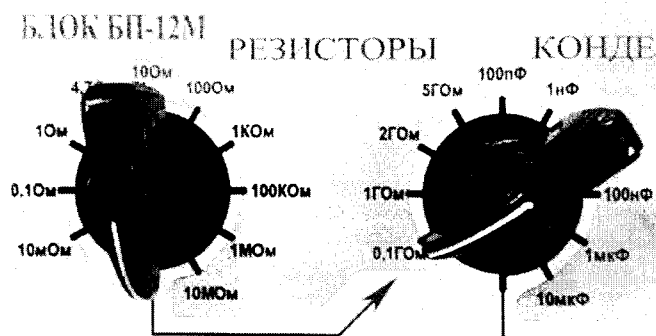

Рисунок 4 - Пример выставления значения электрического сопротивления 100 МОм
- Используя переключатели на блоке выставить значение измеряемого номинала электрического сопротивления «100 МОм» (рисунок 4).